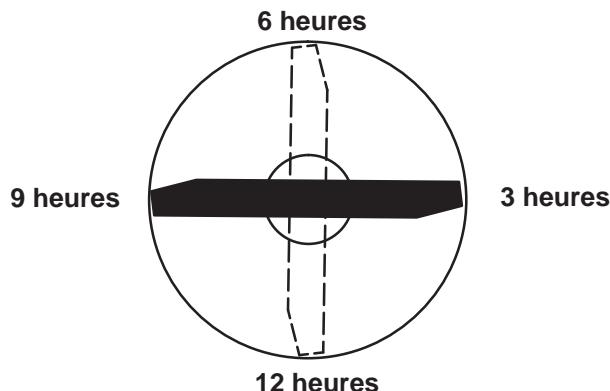

Figure 11
4. Positionnez le tranchant de l'extrémité marquée en position 12 heures (droit devant dans la direction de la tonte) (Fig. 11) et mesurez la hauteur de la table au tranchant de la lame.
5. Amenez le bout marqué de la lame aux positions 3 et 9 heures (Fig. 11) et mesurez les hauteurs respectives.